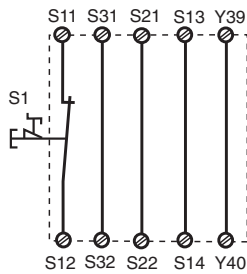
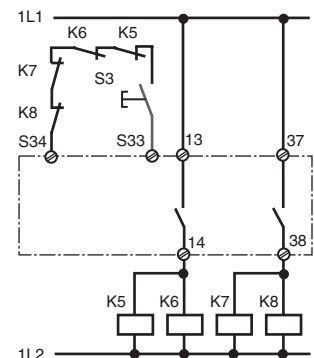

Fig. 2: Circuito de entrada monocanal, automat. rearme/Circuito di entrata monocanale, start automat./Eenkanalig ingangscircuit, automatische start
Fig. 10: como la Fig. 9 con rearme supervisado/come fig. 9 con start controllato/ Zoals fig. 9 met bewaakte start
En las fig. 2... a fig. 10 se presentan ejemplos de conexiones posibles; paro de emergencia. Los cortocircuitos a través del paro de emergencia también son detectados. Por favor tenga en cuenta:
- Fig. 2 y 7: S33-S34 **no** conectado
In fig. 2 ... fig. 10 sono riportati degli esempi di collegamento per il cablaggio di arresto d'emergenza con start automatico e manuale, per il comando delle porte di sicurezza, nonché per la moltiplicazione dei contatti mediante relè esterni.
- Fig. 2 e 7: **nessun** collegamento S33-S34
In fig. 2 ... 10 worden aansluitvoorbeelden gegeven van noodstop-schakelingen met automatische en bewaakte start, hekbewakingen en contactvermeerdering d.m.v. externe magneetschakelaars.
- Fig. 2 en 7: **geen** verbinding S33-S34